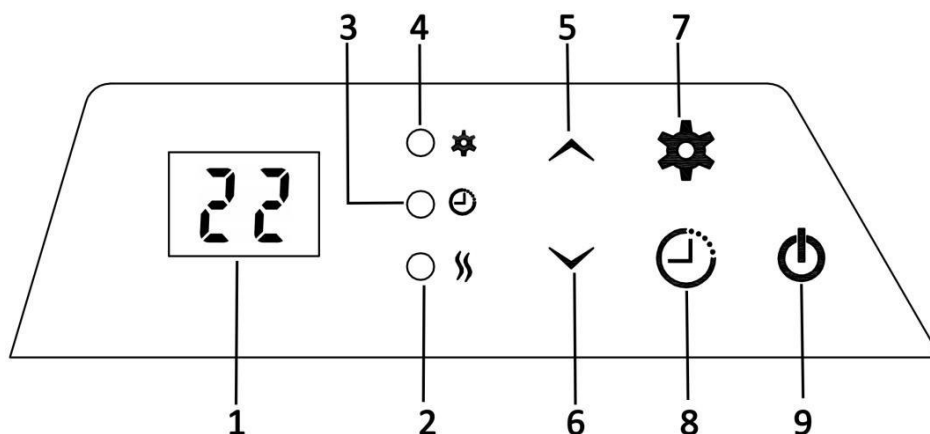

Рис.7
При первом включении нового конвектора, а также при первом включении после сброса настроек до заводских установок (в соответствии с п.5.10.7), прибор включается в режиме ожидания - на дисплее появляется символ «OF». Для отключения режима ожидания и включения нагрева в базовом (ручном) режиме Fr, нажмите кнопку  (см.Рис.7).
3. При необходимости прекращения процесса нагрева, без выключения питания прибора и с сохранением установленных Вами параметров, переведите прибор в режим ожидания кнопкой  (Рис.7). На дисплее появится знак «OF» - режим ожидания включен.
Выбираются режимы последовательно, нажатием кнопки переключения режимов  (Рис.7):